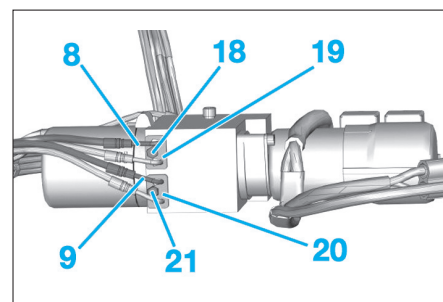

Fig. 122
- Dégager les canalisations hydrauliques (8) et (9) du groupe hydraulique (Fig.122).